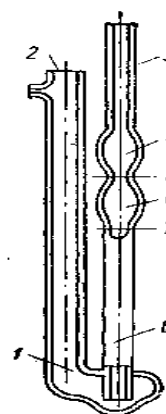

Рисунок 1.3 –
2.1. Наиболее распространены **капиллярные вискозиметры**. Рассмотрим их устройство и принцип работы на примере **вискозиметра Освальда – Пинкевича** (рис. 1.3).